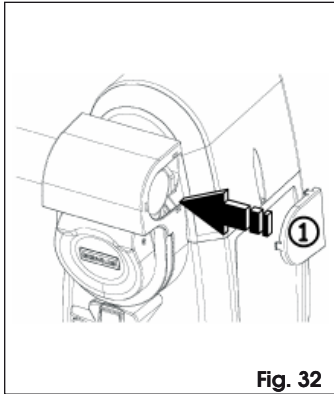

Fig. 32
- Positionner le cache postérieur du carter de déverrouillage, Fig. 32 réf. ①.